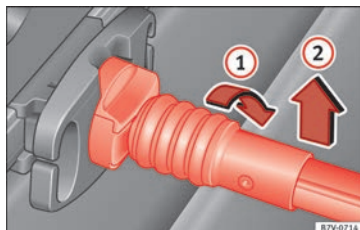

Bild 171 Lossa bagagenätet
- Vrid fastsättningsstången 90° åt höger » **bild 171**  tills den röda markeringen på stången syns. Dra fastsättningsstången uppåt  .